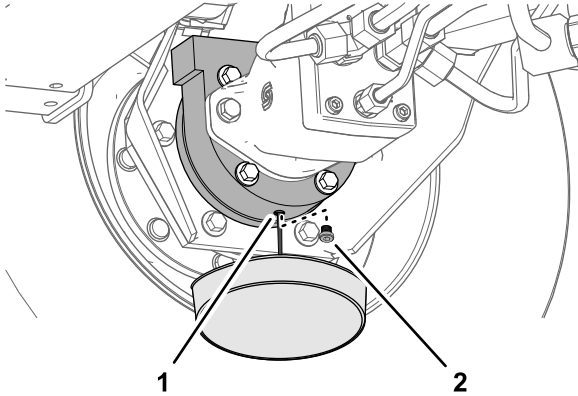

Bild 93
6. Stellen Sie eine Auffangwanne unter das Bremsgehäuse, entfernen Sie die Ablassschraube und lassen das Öl ganz ablaufen (Bild 93).